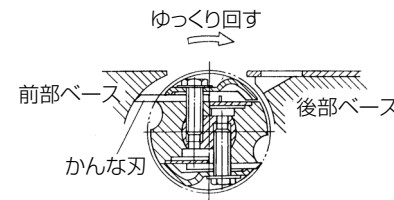

図 9
- 注** • 外側のボルトをゆるめすぎていて、かな刃が前部ベースの内側に飛び出した場合は、ベルトでかな刃を必ず、矢印方向にゆっくり回し、かな刃が外部に出た所でかな刃を取り出してください。矢印と反対に回しますと、かな刃が前部ベースに食いこみ、各部を損傷させます。(図 9)